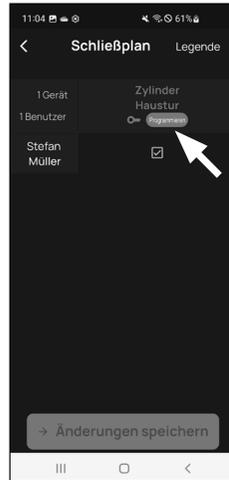

Abb. 4
- Wenn Änderungen im Schließplan gemacht wurden, erscheint die Anzeige des jeweiligen Schlosses rot und wird durch den Button „Programmieren“ ergänzt. Die App teilt Ihnen damit mit, dass die Einstellungen noch nicht auf das Schloss übertragen wurden. Um dies zu machen, tippen Sie beim jeweiligen Schloss auf den roten Button „Programmieren“ (Abb. 4).